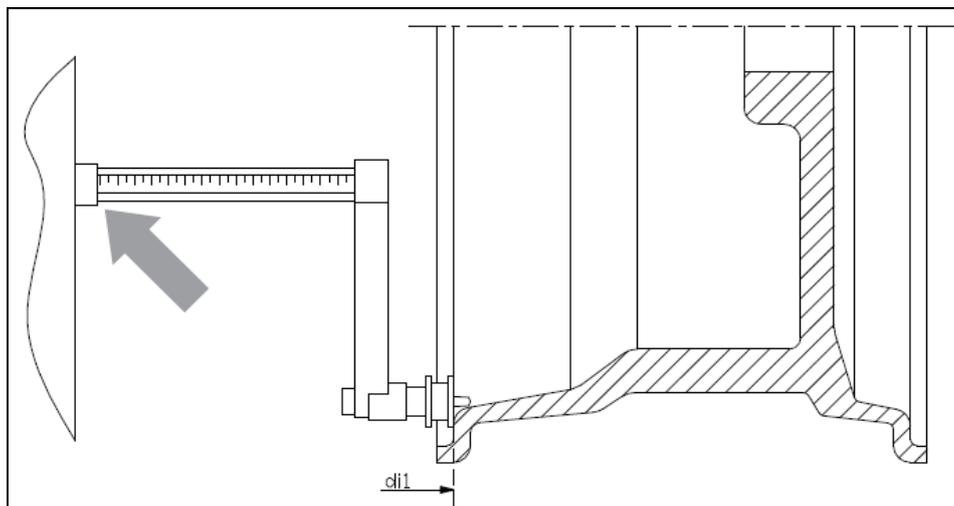

Рис. 3.4 Ручное измерение расстояния до колеса в программе ALS1
6. Выдвиньте датчик расстояния/диаметра и поместите его на диске к соответствующей внешней плоскости, выбранной для установки балансировочного грузика. См. рисунок 3.4;